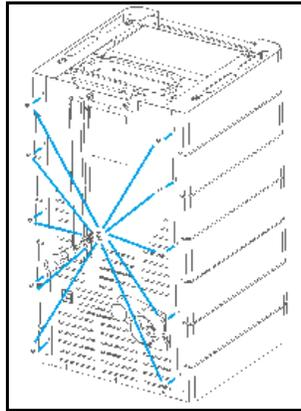

Figura 24– Fissaggio dei mantelli laterali
e) Avvitare i mantelli laterali sulla parte posteriore con 10 viti presenti nel kit, come illustrato nella figura 24.